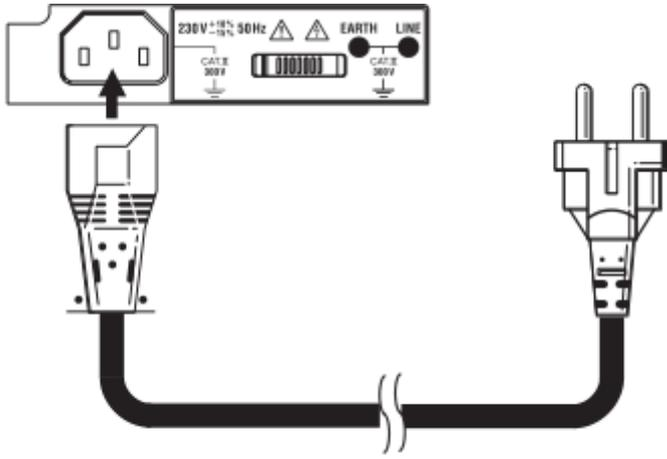
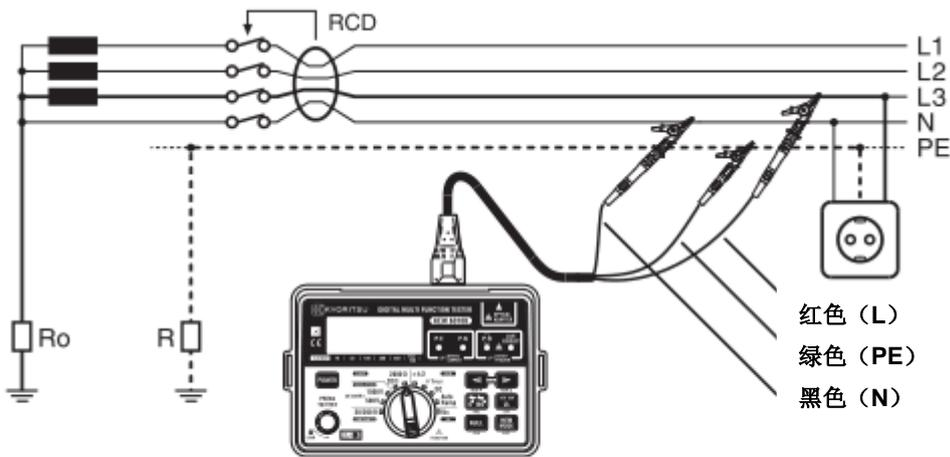

Fig 11
Fig 12
3. 若测试插座，将 KEW6010B 连接插头线后将插头插入被测插座中。（图 11）
7. 若测试照明或其它回路，将 KEW6010B 连接三线测试线 MODEL7133B（OMA DIEC：可选件），红色（相）线连接被测回路的相，黑色（中性）线连接被测回路的中性端，接地线连接被测回路的接地端。（图 12）
3. 通过合适的插座 (图 11) 或使用 MODEL7133B (OMA DIEC) 测试线组 (图 12) 将仪器连接到被测 RCD 上。
5. 通过合适的插座（图 11）或使用 MODEL7133B（OMA DIEC）测试线组（图 12）将仪器连接到被测 RCD 上。